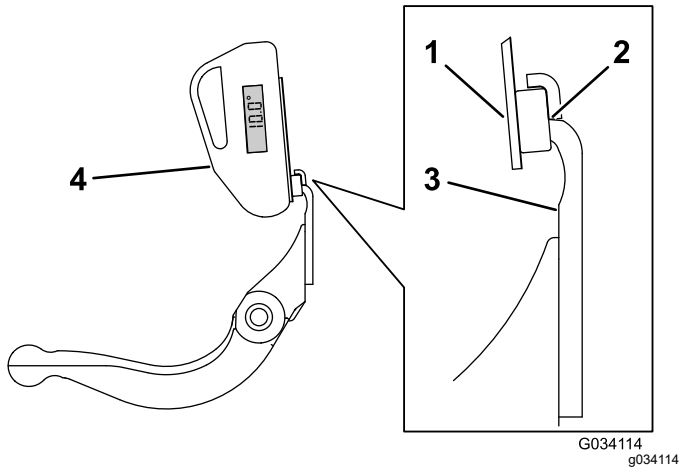

图 25
3. 将角度指示器底座放在底刀边缘上以使磁体边缘与底刀边缘紧密配合图 25。
4. 如 图 25 所示将角度指示器放置到底座上。